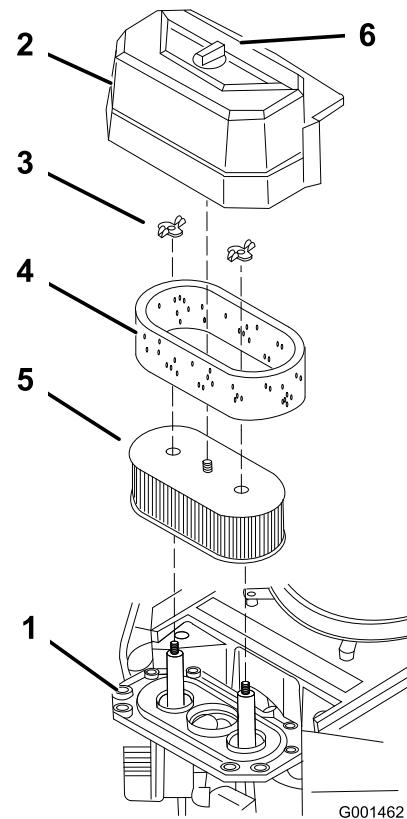

Figure 28
3. Nettoyez la surface autour du filtre à air pour éviter que des impuretés n'endommagent le moteur en tombant à l'intérieur (Figure 28).
4. Dévissez le bouton du couvercle et déposez le couvercle du filtre à air (Figure 28).
5. Dévissez les 2 écrous à oreilles et déposez l'ensemble filtre à air (Figure 28).
6. Sortez délicatement l'élément en mousse de l'élément en papier (Figure 28).
1. Ne nettoyez pas l'élément en papier ; remplacez-le (Figure 28).
1. Glissez délicatement l'élément en mousse sur l'élément en papier (Figure 28).
2. Posez l'ensemble filtre à air sur sa base et fixez-le en place avec les 2 écrous à oreilles (Figure 28).
3. Mettez le couvercle du filtre en place et serrez le bouton (Figure 28).